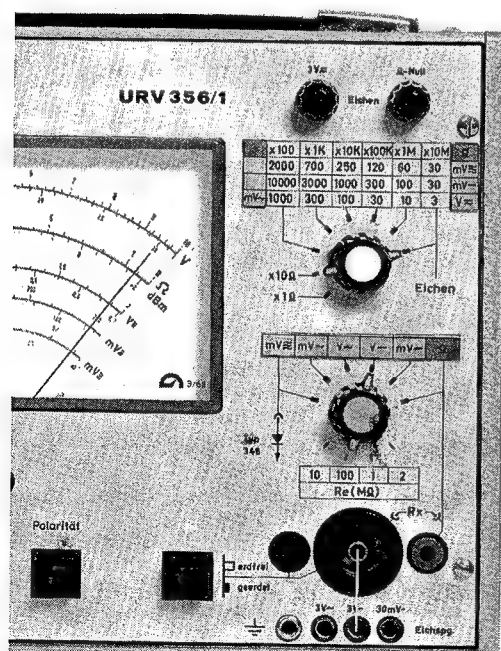

Bild 10
b) Schalterstellung: siehe Bild 10